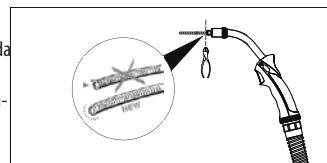

Figura 11: Cortar O Stick Out Da Bicha E Montar A Tocha De Novo
- Volte a montar o adaptador, a peça de contacto e o bico, com a ajuda das ferramentas adequadas (Figura 11).